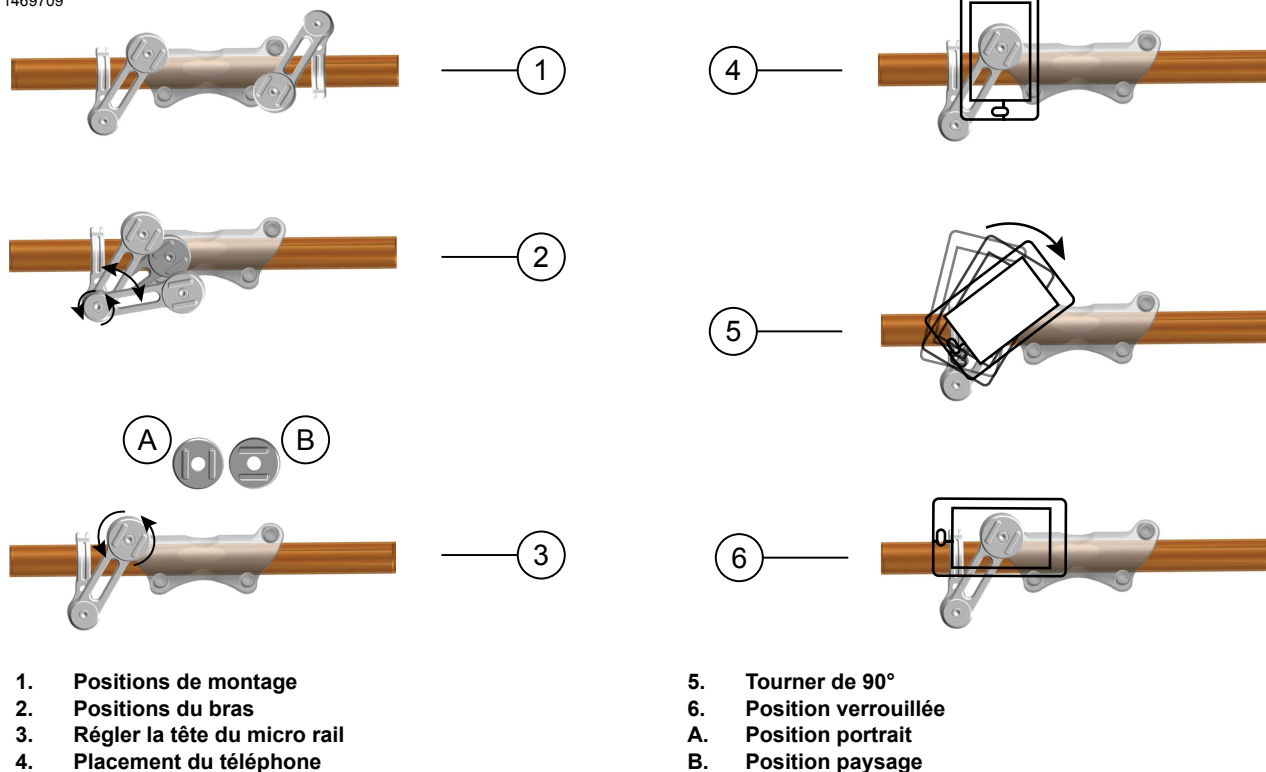

Figure 5. Options de montage et de positionnement du téléphone
1. Figure 5 Installer le téléphone sur le support.